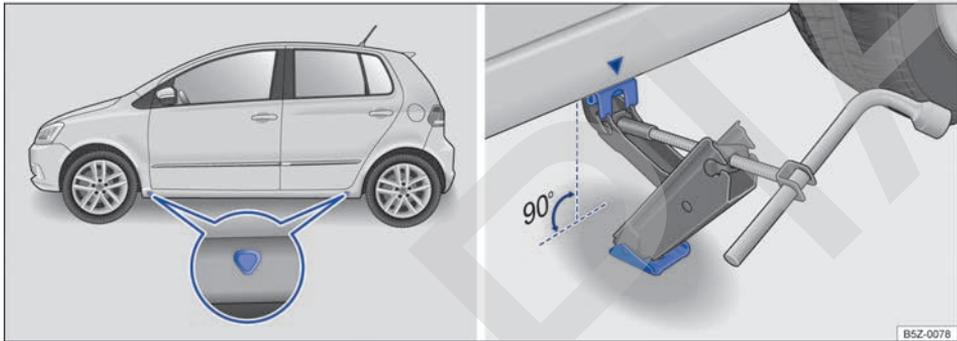

Fig. 161 Puntos de apoyo del gato y gato posicionado atrás en el lado izquierdo trasero del vehículo.
El gato únicamente puede ser posicionado en los puntos de apoyo indicados (marca en la carrocería) ⇒ **fig. 161**. Es válido el punto de apoyo ubicado próximo a la rueda correspondiente ⇒ .
6. Busque debajo del vehículo el punto de apoyo del gato ⇒ **fig. 161** más cercano a la rueda que debe cambiar.
8. Garantizar que la base del gato, con toda su superficie, esté sobre el piso y que la base se encuentre perpendicularmente por debajo del punto de colocación ⇒ fig. 161.
9. Alinear el gato y, simultáneamente, levantar la garra del gato hasta que se encaje en el travesaño debajo del vehículo ⇒ fig. 161.
- Posicionar el gato únicamente en los puntos indicados. La garra del gato debe encajarse en el perfil del larguero de forma segura ⇒ fig. 161.